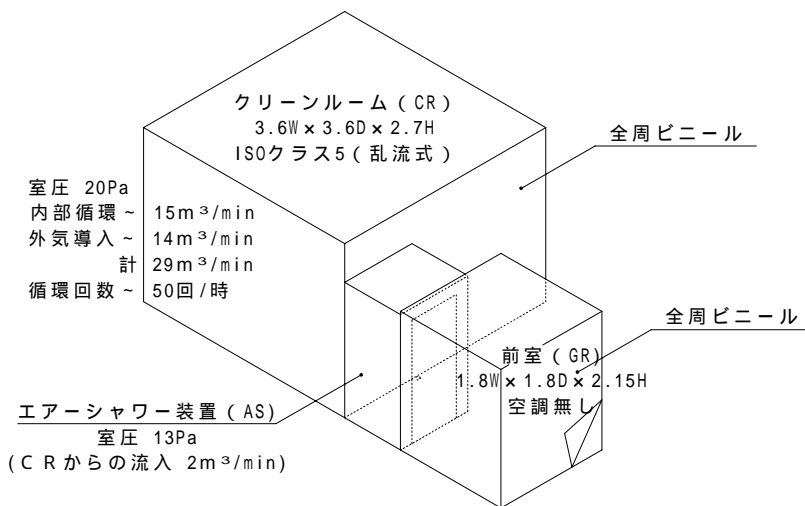

図 1 実験装置概要
実験装置概要を図 1 に示す。クリーンルーム (CR) と前室 (GR) の間にクリーンアップ運転付エアシャワー (AS) を設置した。エアシャワーの仕様を表 1 に示す。清浄度は各測定点にて粒子濃度をパーティクルカウンター (CR, AS : 28.3 /min、GR:2.83 /min) にて 6 秒間隔で測定した。